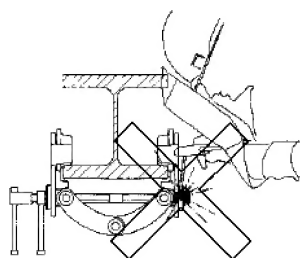

FIG. 4
- * le travail de soudure sur le chariot griffe est strictement interdit (fig.4)